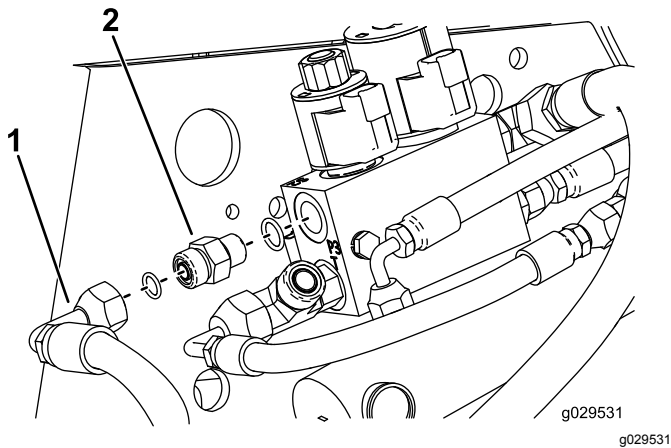

Bild 19
7. Setzen Sie das Hydraulikventil-Anschlussstück in die Öffnung des Ventils ein (Bild 19).